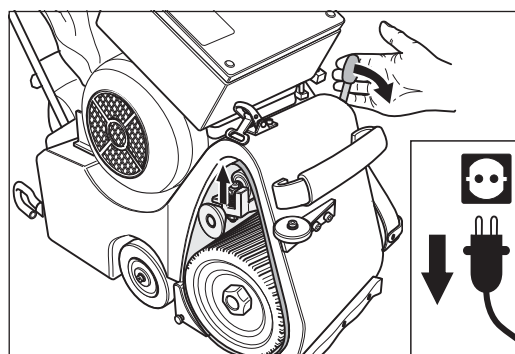

Abb. 40 Den Bedienungshebel des Aggregats nach unten drücken. Dadurch wird das Schleifband gespannt.
- 8 Drücken Sie den Bedienungshebel des Aggregats nach unten (Abb. 40). Dadurch wird das Schleifband gespannt.
- Vor dem Einschalten der Maschine immer das Schleifband spannen (Abb. 40)!